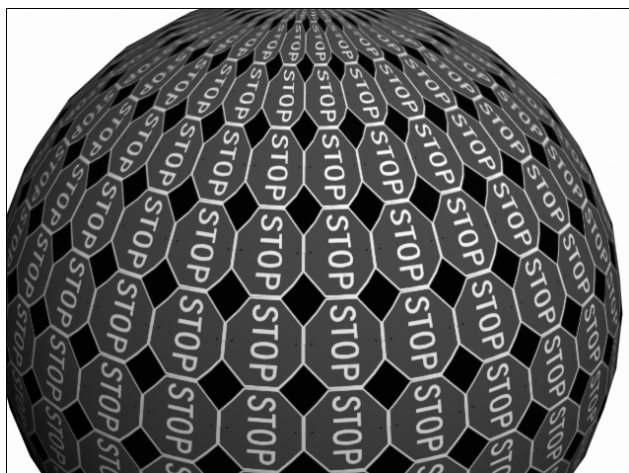

Fig.9.15
- **Texture face** : applique le matériau aux faces de la géométrie. S'il s'agit d'un matériau mappé, les coordonnées de mapping ne sont pas nécessaires. La texture est automatiquement appliquée à chaque facette de l'objet (fig.9.15).